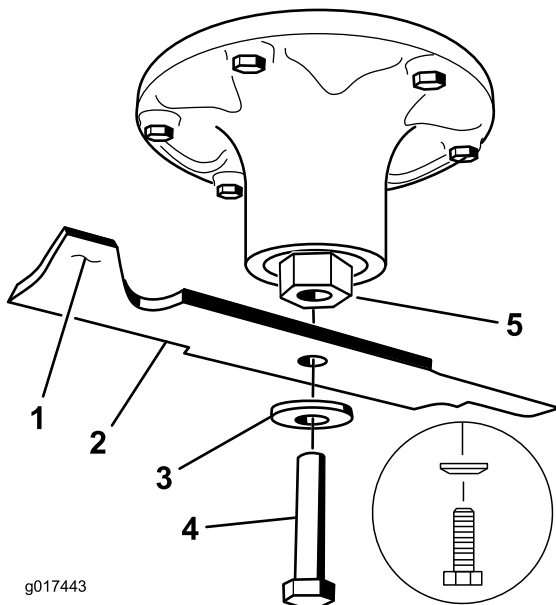

Bild 81
2. Entfernen Sie die Messerschraube, Wellenscheibe und das Messer von der Spindelwelle (**Bild 81**).
- Setzen Sie das Messer auf die Spindelwelle (Bild 81).
- Setzen Sie die Wellenscheibe und die Messerschraube ein (Bild 81).